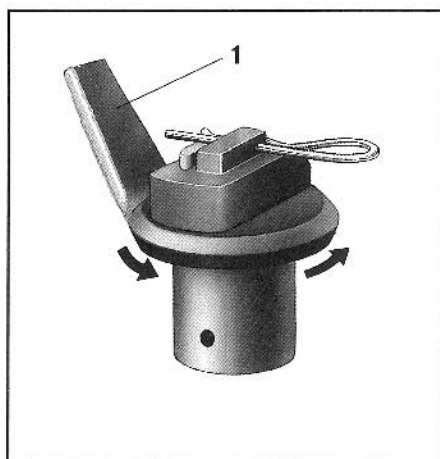
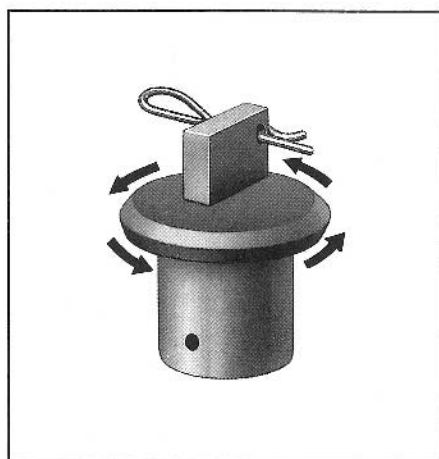

Fig. 8.1
Fig. 8.2
15. De motroterande utmatarna i behållerens botten (fig. 8.1 ger en jämn utmatning till spridartallrikarna. Vid spridning av vissa gödseltyper som t ex "Harnstoff" eller gröngödselsådd, ska utmatarna (8.1/1) demonteras från utmataraxeln varefter fjädersprinten monteras med ringen i rotationsriktningen (fig 8.2) (Beakta anvisningar i såtabell).